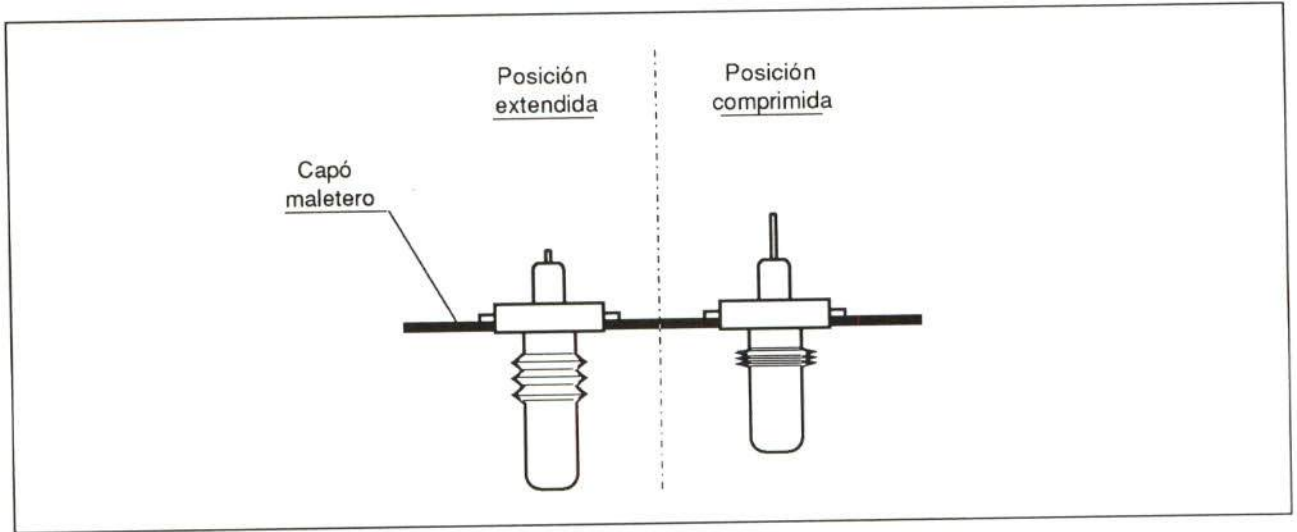

Figura 9.- Tacos de ajuste del capó
4.1.- Capó maletero: Está fabricado con acero de alto límite elástico. Los tacos de ajuste del capó son retráctiles y elásticos, lo que facilita el ajuste de esta pieza.(figura 9)